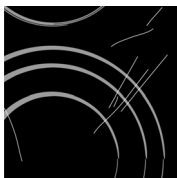
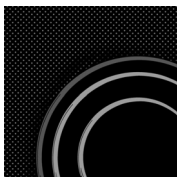

рис. 1
рис. 2
посуды, уберите возможные инородные предметы, которые могут повредить стеклокерамическую поверхность (рис. 1).
Внимание: металлические губки, абразивные чистящие средства царапают стеклокерамическую поверхность. Также нельзя использовать для очистки стеклокерамики агрессивные чистящие спреи и не предназначенные для стеклокерамики жидкие очистители (рис. 1 и рис.2).
Нанесенные обозначения могут стираться вследствие использования агрессивных и грубых чистящих средств, а также посуды с повреждениями дна (рис.2)
- Монтируемую плиту следует со всей силой, сверху вниз, прижать к рабочей плите и в таком положении прикрепить к ней четырьмя (4) винтами с нижней стороны. При этом необходимо следить за правильным положением скоб для прикрепления монтируемой нагревательной плиты, так как оно различно в зависимости от использования рабочих плит различной толщины: 30 и 40 мм (рис. 2 и 2а).